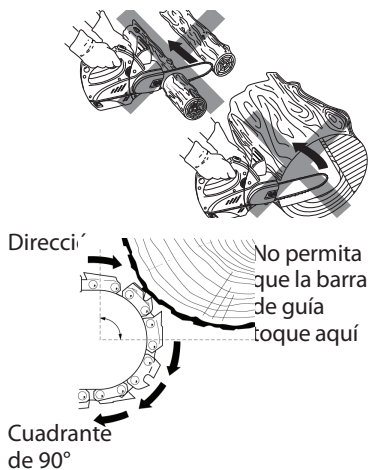

Figura 1 - Ejemplo del peligro de contragolpe: No permita que el extremo de la barra de guía toque el objeto mientras la cadena está en movimiento.
- No permita que el extremo de la barra de guía toque nada mientras la cadena se halle en movimiento (vea la Figura 1).